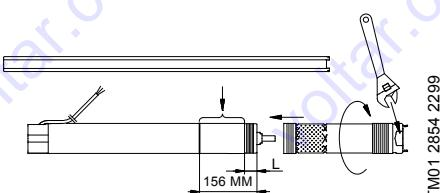

Рис. 6
1. Установить электродвигатель в тисках в горизонтальном положении и зажать его, смотри рис. 6.
Для этого можно использовать лыски на поверхности насоса, специально предназначенные для захватывания его в этом месте гаечным ключом, смотри рис. 6.